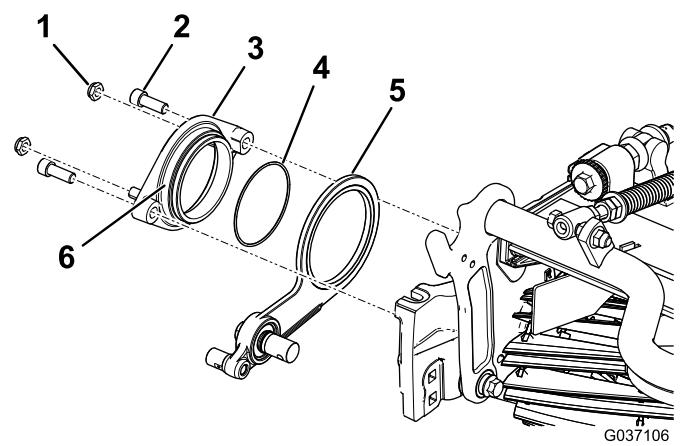

Figure 10
4. Fixez le moyeu de pivot sur le cylindre, par dessus l'ensemble de tension, à l'aide de 2 boulons à tête creuse hexagonale (Figure 10).
5. Serrez légèrement les 2 contre-écrous sur le moyeu de pivot (Figure 10).